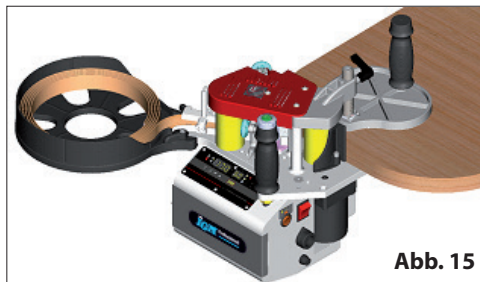

Abb. 15
- Nachdem die eingestellte Temperatur erreicht und der Kleber vollständig aufgelöst wurden kann das Gerät von der Stromquelle getrennt und in Batteriemodus betrieben werden. (Abb.15)